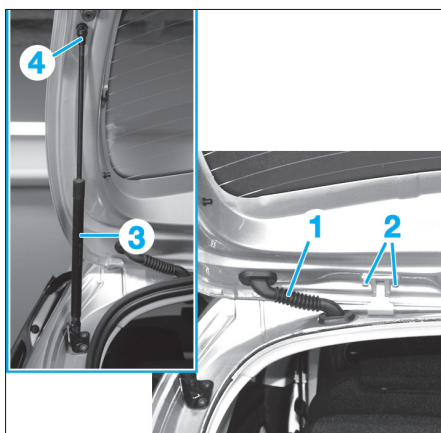

Fig. 75
- Détacher le soufflet (1) et guider les câbles électriques à travers l'ouverture de hayon (Fig.75).
- Desserrer les vis (2) sans les déposer.
- Avec l'aide d'un second opérateur soutenir le hayon puis déposer le vérin pneumatique (3) en soulevant le ressort de verrouillage (4) avec un petit tournevis.
- Déposer les vis (2) et déposer le hayon.